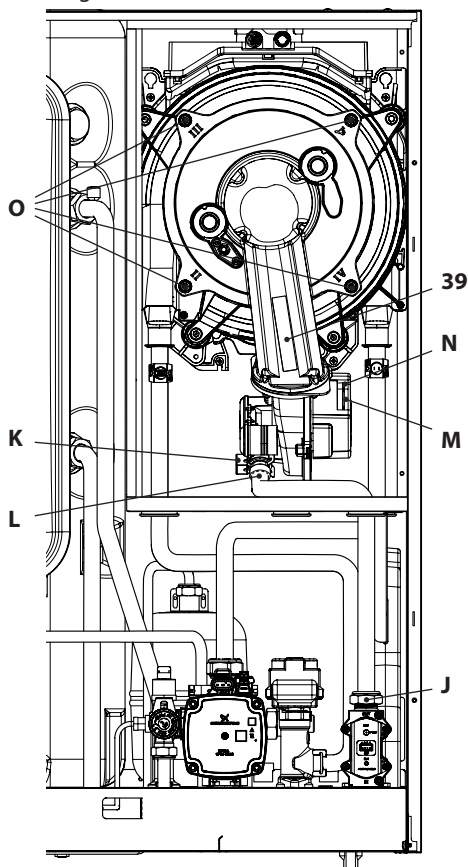

Figura 9.14
Rimozione del gruppo bruciatore ventilatore 39 in Figura 9.14.
- Scollegare il connettore **M** tirandolo verso il basso (Figura 9.14).
- Scollegare il connettore del ventilatore **N** tirandolo verso il basso (Figura 9.14).
- Svitare i dadi **O** e rimuovere il gruppo bruciatore ventilatore 39 (Figura 9.14)